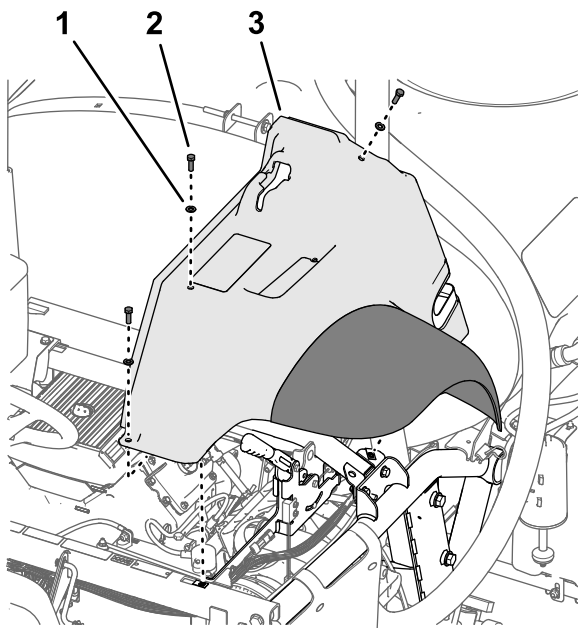

图217
4. 使用在卸下左、右前挡泥板(页码 7)的步骤 2 中卸下的 3 个螺栓 5/16 x 1 英寸和 3 个垫圈 5/16 英寸将挡泥板松松地安装到机架 图217 上。